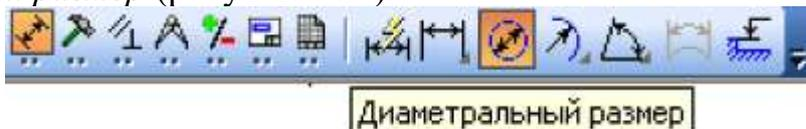

Рисунок 4.24 – Выбор Диаметрального размера
23. Размер $\varnothing 40$ на виде сверху проставьте с помощью пиктограммы *Диаметральный размер* (рисунок 4.24).